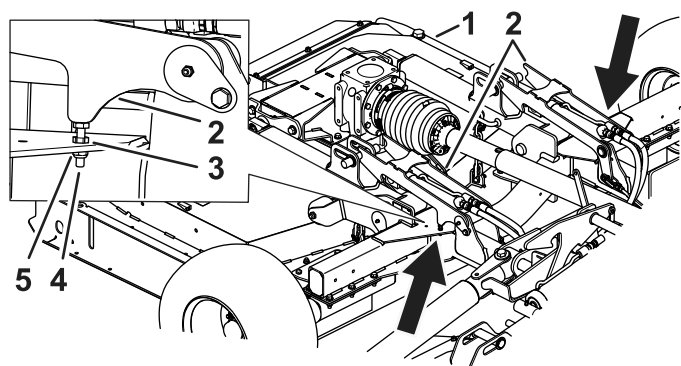

図 85
1. ジャムナットをゆるめる図 85。
2. ボルトを上下させて、デッキロックが適切にピンにはまるように調整する図 85。
3. ボルトの調整ができたなら、ジャムナットとナットを十分に締め付ける 図 85。